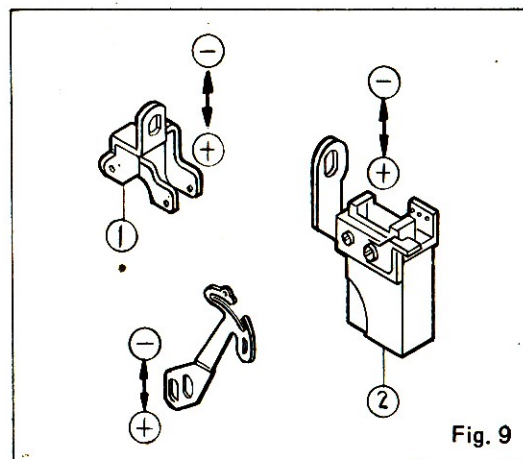

Fig. 9
- Ecrout de tension ① Contrôle le fil de l'aiguille du point surjet
- Ecrout de tension ② Contrôle le fil du boucleur supérieur
- Ecrout de tension ③ Contrôle le fil du boucleur inférieur
- Ecrout de tension ④ Contrôle le fil de l'aiguille de chaînette ou le fil de l'aiguille du surjet côté gauche
- Ecrout de tension ⑤ Contrôle le fil du boucleur du point de chaînette.
(2) Needle Thread Control Fig. 9
- In case of sewing type 504, 512, & 514, push Thread guide ① and ② to lowest point. And up to highest point for sewing type 503, 505.
Control hilo-aguja. Fig. 9
Contrôle du fil de l'aiguille Fig. 9